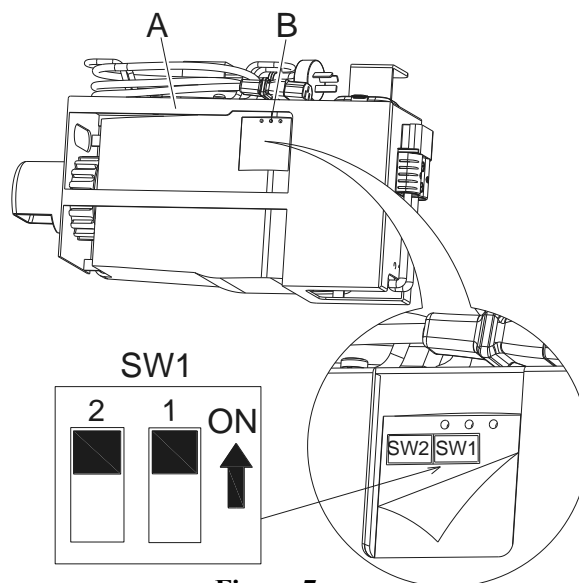

Figura 7
1. Desligar a máquina e desmontar o carregador de bordo (A, Figura 7) da máquina. Em seguida, abrir a etiqueta na tampa do carregador (B, Figura 7). Irá encontrar os 2 conjuntos de comutadores (SW1 e SW2) no carregador.